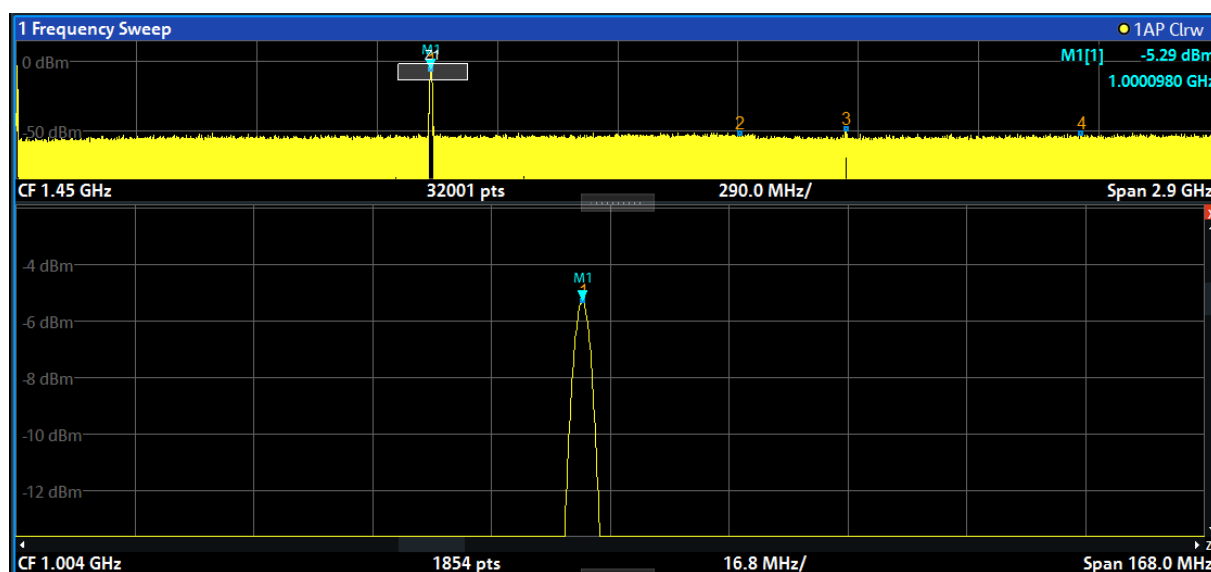

図 6-14: 掃引ポイント数を増やしたピークのズーム
3. 図 6-14 では、拡大したピークが、非常に太いトレースで表されています。これは、掃引ポイント数が足りないためです。ズーム表示では、掃引ポイントが不足している部分は補間されるため、不完全な結果が生成されます。最適な結果を得るには、掃引ポイント数をデフォルトの 1001 から 32001 に増やします。